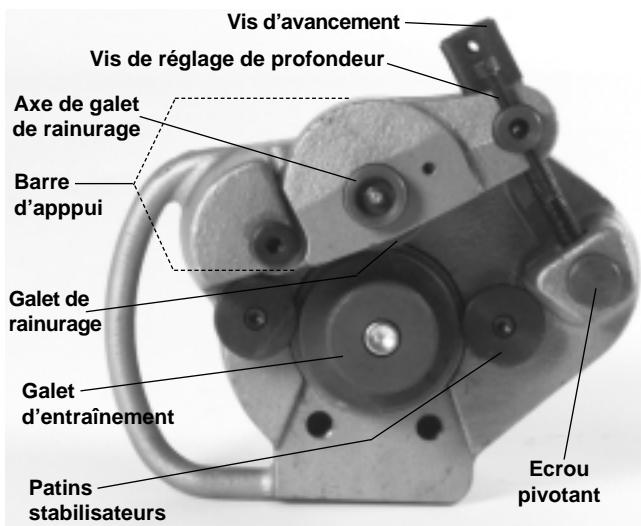

Figure 2 – Séparation des galets de rainurage et d'entraînement
- Posez l'appareil sur établi ou au sol, puis tournez la vis d'avancement à gauche afin de séparer le galet de rainurage du galet d'entraînement (*Figure 2*).